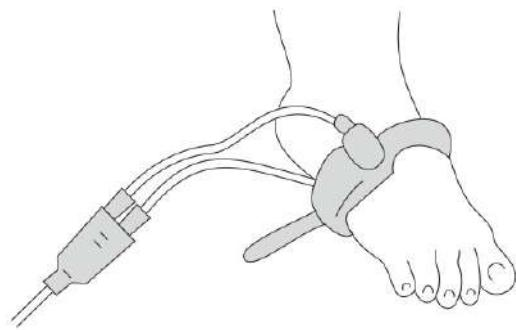

Рисунок 2.4 – Правильное расположение неонатального датчика SpO2 на младенце
- в) застегнуть неонатальный датчик SpO2, чтобы он был закреплён на конечности, но не пережимал её (рисунок 2.4).